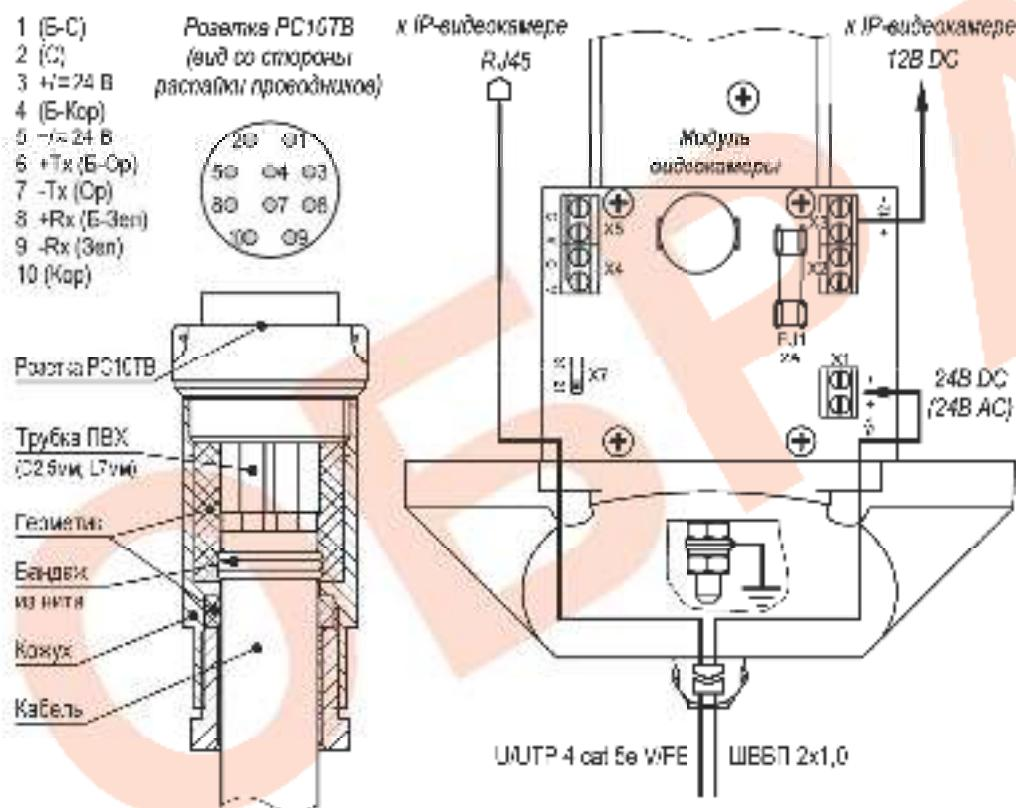

Рис.2 Распайка разъёма PC10TB и схема подключения IP-видеокамеры
- Распаять отвёрткой часть разъёма PC10TB согласно требованиям к электромонтажу в соответствии с рис.2. После распайки разъём заполнить герметиком кремнийорганическим.
- При необходимости изменить мощность обогрева, выкрутить 4 винта крепления задней крышки гермобокса, выдвинуть модуль видеокамеры из корпуса и установить джампер X7 в нужное положение (рис.2). Установить модуль видеокамеры обратно в корпус. Закрутить 4 винта крепления задней крышки с усилием 5±0,5Нм.
Предприятием изготовителем джампер X7 установлен в положение «31» - мощность обогрева 31 Вт, для изменения мощности на 21 Вт джампер X7 необходимо переставить в положение «21» (см. рис.2).